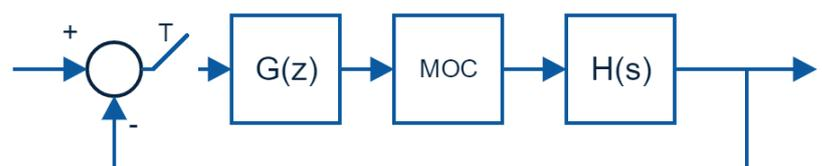
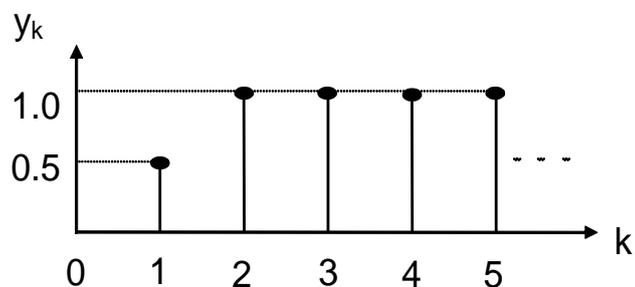

Figura 3
Figura 4
e) Para el sistema calculado en la parte c), diseñar un controlador en tiempo discreto que se dispondrá de acuerdo a lo mostrado en la Figura 3, tal que la respuesta al escalón sea la indicada en la Figura 4. Tiempo de muestreo, $T_m = 0,1s$.